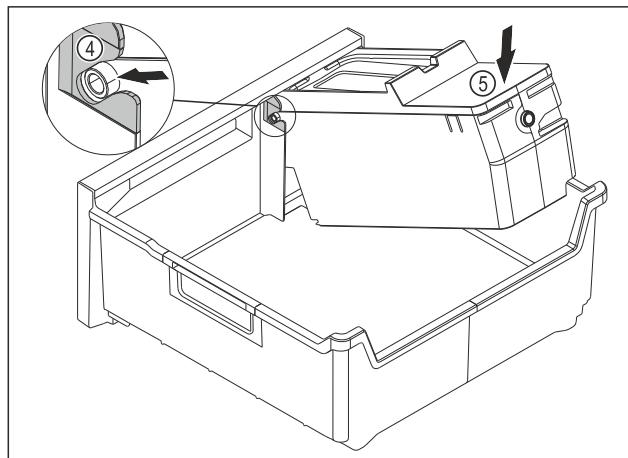

Fig. 216
- Встановіть корпус EasyTwist-Ice: Вставте осі корпусу EasyTwist-Ice в напрямні Fig. 216 (4).
- Натисніть на корпус EasyTwist-Ice Fig. 216 (5) ззаду вниз.